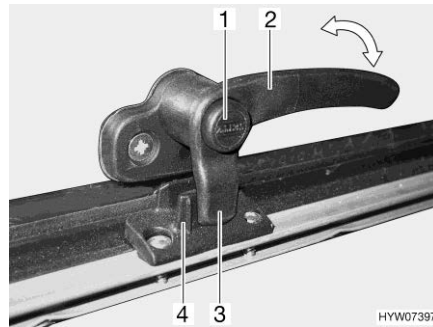
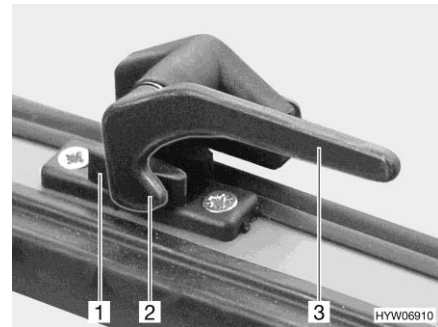

Bild 68 Verriegelungshebel mit Sicherungsknopf in Stellung "geschlossen"
Bild 69 Verriegelungshebel in Stellung "geschlossen"
- Öffnen:** ■ Wenn vorhanden, Sicherungsknopf (Bild 68,1) drücken und gedrückt halten.
■ Alle Verriegelungshebel (Bild 68,2 oder Bild 69,3) eine viertel Umdrehung zur Haubenmitte hin drehen.
- Wenn vorhanden, Sicherungsknopf (Bild 68,1) drücken und gedrückt halten.
- Alle Verriegelungshebel (Bild 68,2 oder Bild 69,3) eine viertel Umdrehung zum Rahmen hin drehen. Die Verriegelungsnase (Bild 68,3 oder Bild 69,2) liegt auf der Innenseite der Haubenverriegelung (Bild 68,4 oder Bild 69,1).
- in Stellung "fest verschlossen" (Bild 68 und Bild 69)